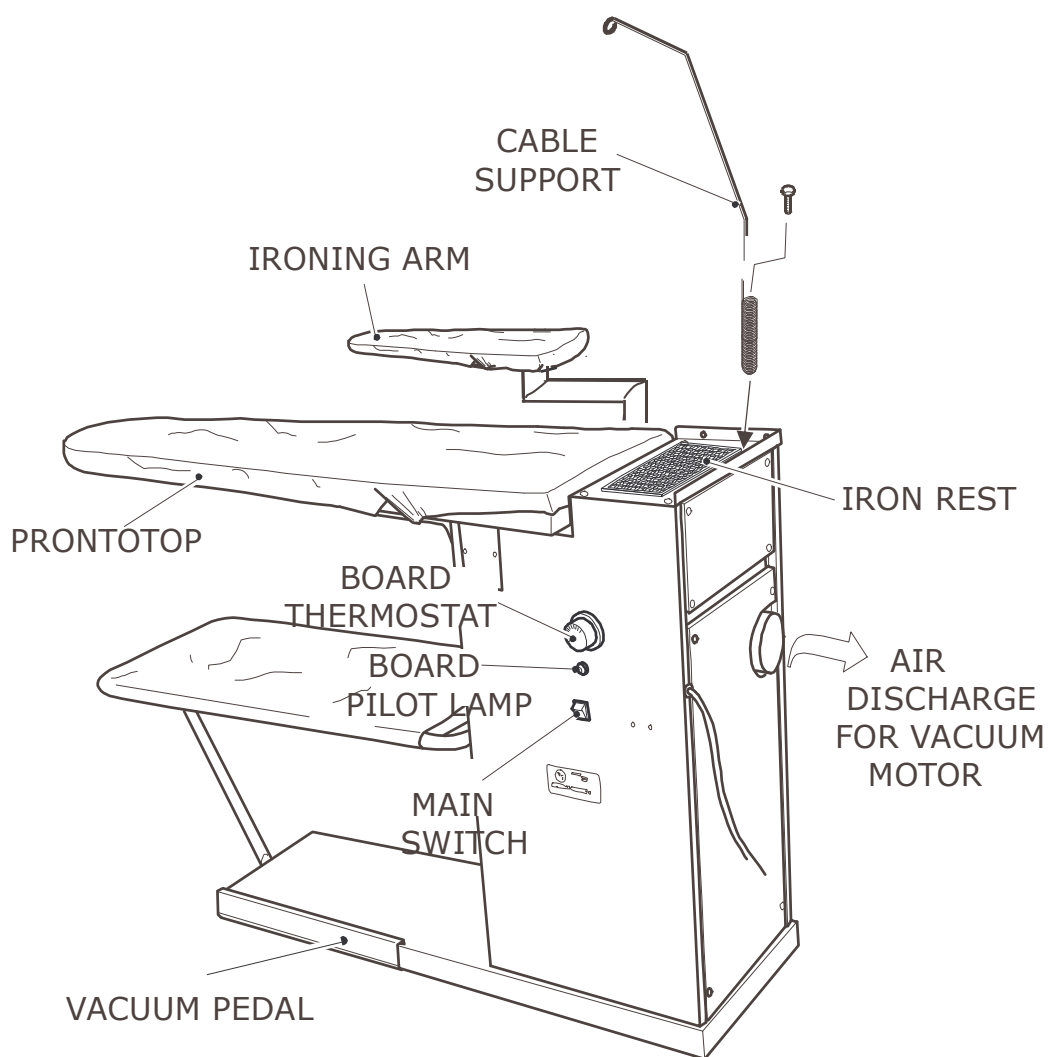
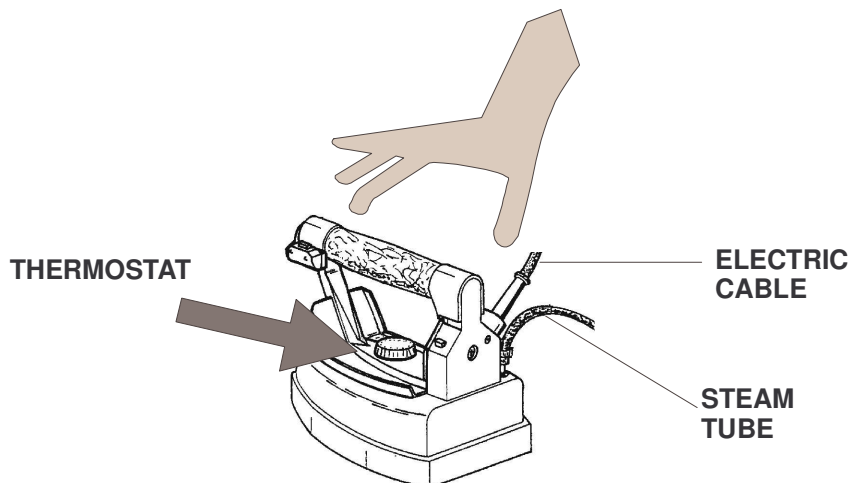
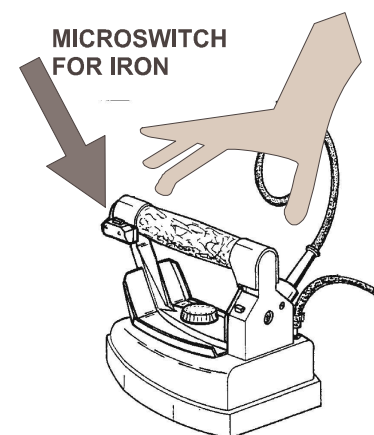

FIG. 1
Рис. 2
Рис. 3
2. Распакуйте глад. Стол мод. KS200 из картонной упаковки и закрепите стержни-держатели шлангов в специальное отверстие (рис. 1).
2. Включить кнопку выключателя (рис. 1), повернуть рукоятку термостата на 80/90° (рис. 1): когда сигнальная лампочка погаснет, стол готов к работе.
1. Гладить утюгом изделие для глажения (рис. 3), периодически нажимая на кнопку подачи пара на утюге и одновременно нажимать на педаль вытяжки воздуха из гладильного стола (рис. 1). Причем педаль включения вытяжки рекомендуется держать нажатой на несколько секунд дольше, чем кнопку подачи пара на утюге, что поможет быстрее высушивать изделие на гладильном столе. Для более качественного глажения советуем регулятор температуры утюга (рис. 2) устанавливать в конечную позицию "cotone".
3. Во время глажения всегда ставьте утюг на специальный коврик на столе (рис. 1) Необходимо следить, чтобы паровой шланг и электропровод не перекручивались и не
5. При сухом глажении термостат утюга (рис. 2) можно регулировать в зависимости от рекомендации по глажению конкретных тканей.
4. При поврежденной электропроводке утюга (рис. 2);
5. При потере воды из утюга (рис. 3);
7. Промывать или чистить утюг водой (рис. 3).
Рекомендуем проводить замену чехла каждые 320 часов работы на нем, или максимум каждые 3 месяца. Во время этой операции стол должен быть холодным и выключен от сети (рис. 1: чехол). **Примечание:** Чехол можно стирать 1-2 раза.